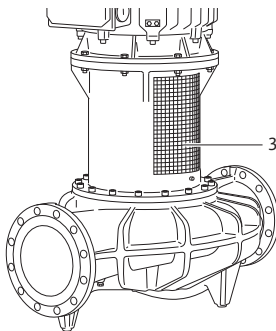

Fig. 48: Montirani lim za zaštitu spojnice
- **Pumpa sme da radi samo sa montiranim limovima za zaštitu spojnice (Fig. 48, poz. 3).**